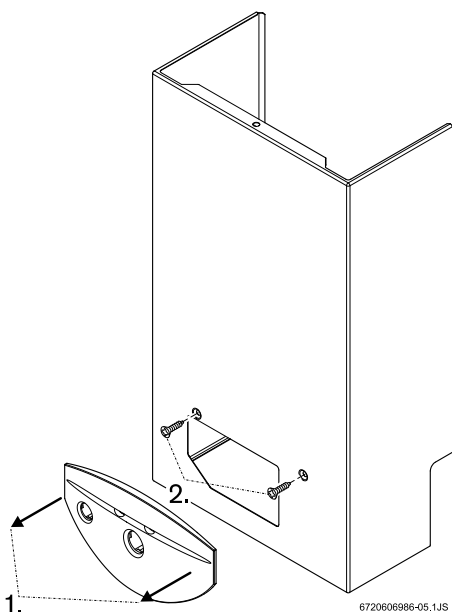

Fig. 9 Fjerne fronten
- ▶ Fjern speilet fra apparatet ved å presse det lett forover (Fig. 9, pos. 1).
- ▶ Løsne de to skruene (Fig. 9, pos. 2).